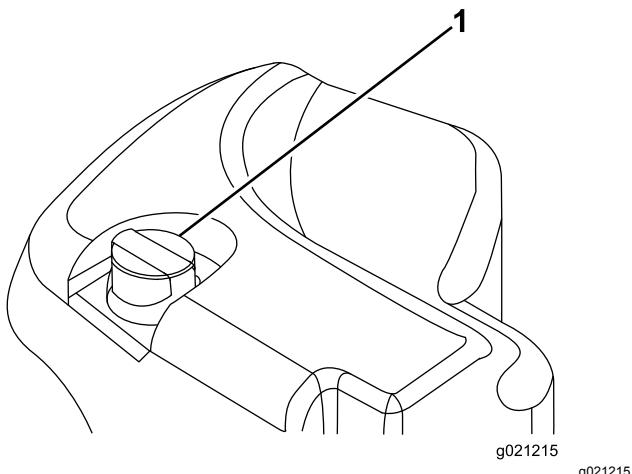

Figura 18
2. Pulite attorno al collo del bocchettone e del tappo del serbatoio idraulico (Figura 18).